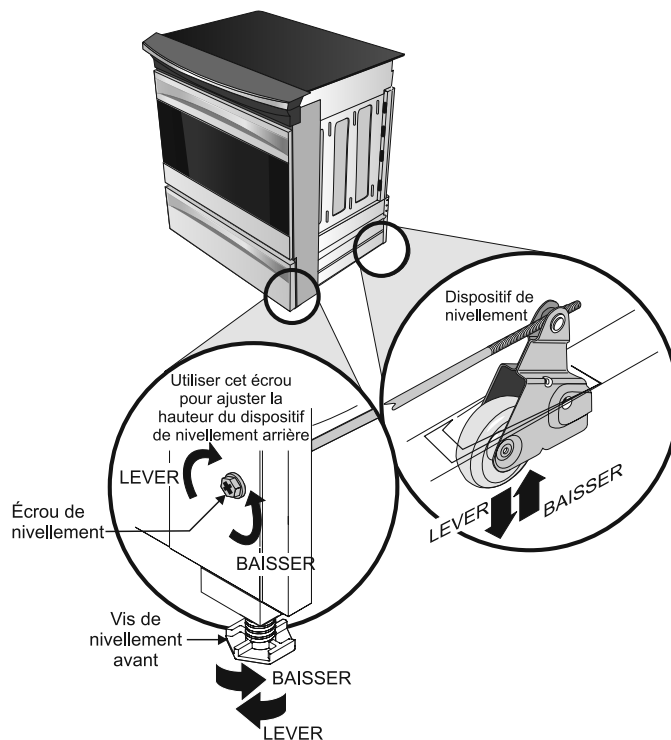

Figure 9
- Ajustez les pieds de l'appareil, comme décrit plus loin, jusqu'à ce que le dessous de la surface de cuisson s'appuie délicatement sur le dessus du comptoir et soit à niveau (Figure 9).